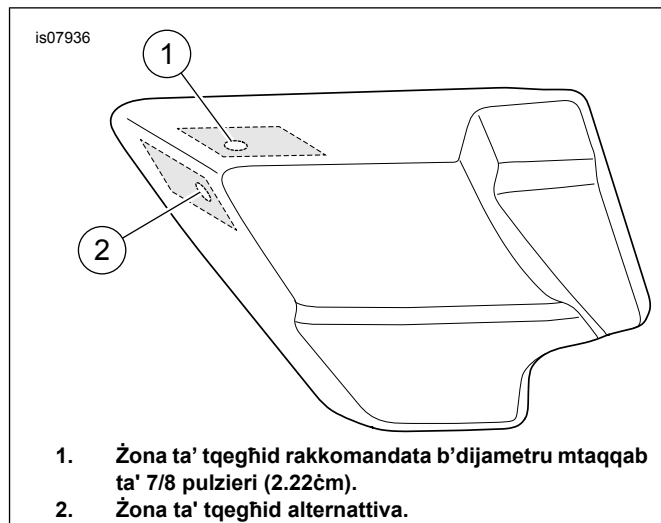

Figura 1. Kopertura tan-Naħa tax-Xellug
- a. Sib post xieraq fuq kwalunkwe ġenb tal-kopertura biex timmonta l-iżbokk tal-enerġija. Uża ż-żoni tal-pst nnotati fi Figura 1 . Il-wiċċ ta' fuq hdejn ir-rokna ta' quddiem huwa rakkomandat. Post alternattiv fuq il-wiċċ ta' quddiem/tal-ġenb huwa nnotat ukoll fi Figura 1 , iżda jista' ma jkunx disponibbli f'ħafna każijiet minħabba l-ispazju ħieles mill-egzost.